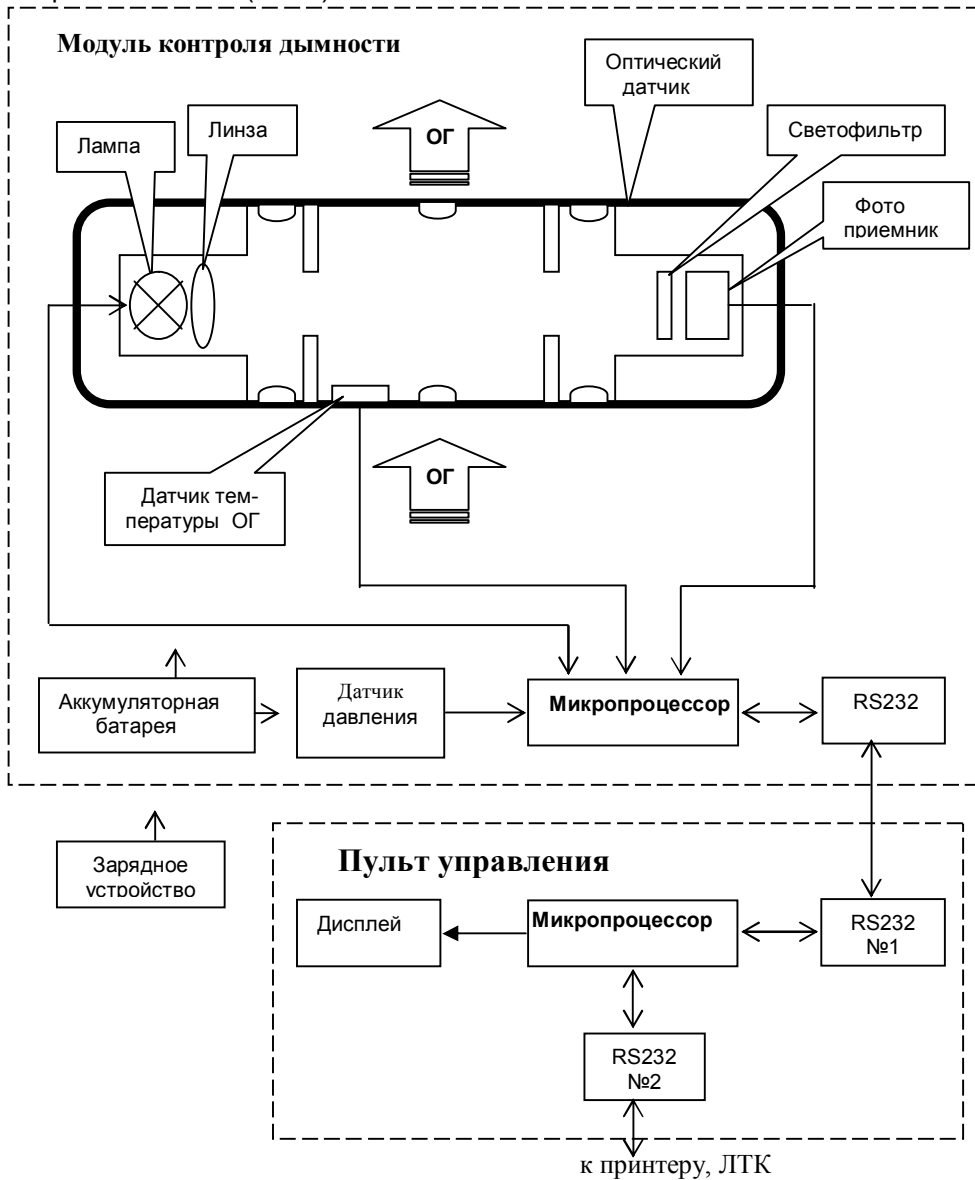

Рисунок 1-Функциональная схема прибора
1.1.4.2 Функциональная схема прибора, поясняющая принцип действия, приведена на рис.1.